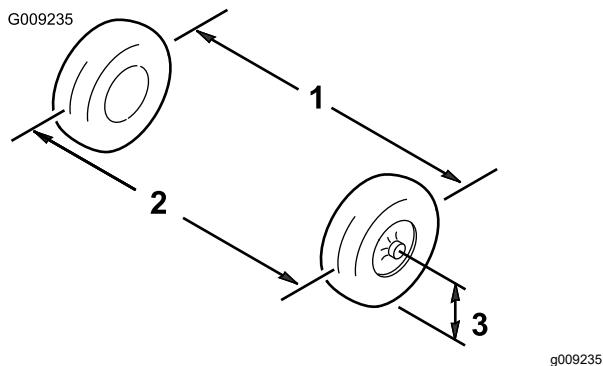

Bild 56
1. Messen Sie den Abstand zwischen beiden Vorderreifen auf Achshöhe (an der Vorder- und Rückseite der Vorderreifen) (Bild 56).